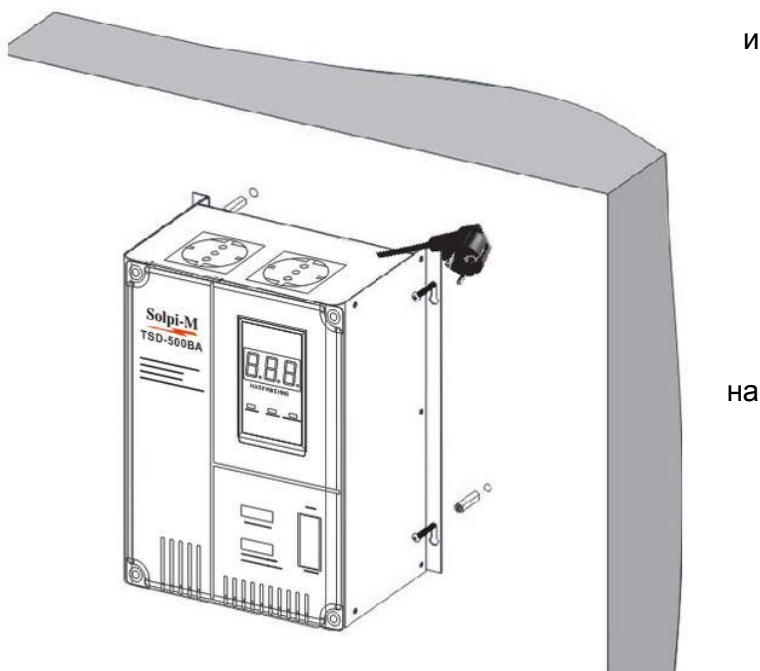

Рис.1 Крепление стабилизатора к стене
6. Поместите устройство на стену, и обеспечьте надежное крепление (см. Рис.1).